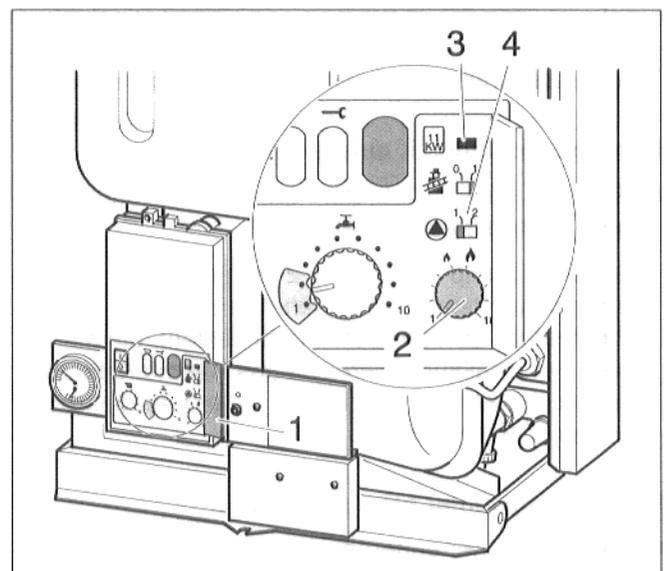

Abb. 20 2. Bedienebene
Bei Verwendung eines Außenwandanschlusses für die Verbrennungsluft-Abgasführung ist die Heizleistung auf 11 kW zu beschränken. Der Regler für Heizleistung (Abb. 20, Pos. 2) wird damit unwirksam.
- Jumper (Abb. 20, Pos. 3) entfernen und aufbewahren.
- Abdeckung der 2. Bedienebene aufklappen (Abb. 20, Pos. 1).
- Erforderlichen Wärmebedarf entsprechend DIN 4701 berechnen und Heizleistung anhand der Tab. 6 am Regler für Heizleistung (Abb. 20, Pos. 2) einstellen. Bei Einstellung die Leistungsverluste durch das Abgassystem beachten (Tab. 5).
- Schalter „pump“ (Abb. 20, Pos. 4) in Stellung 1 bringen. Pumpennachlaufzeit 5 min.